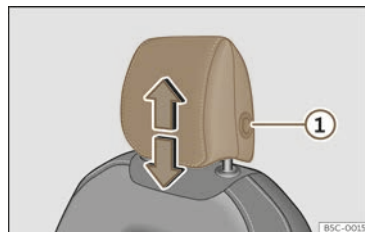
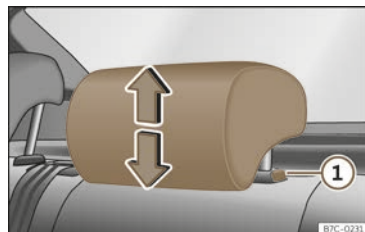

Abb. 100 Vordersitz:
Abb. 101 Kopfstütze hinten:
bis sie in der gewünschten Position einrastet. Gehen Sie zum Absenken auf gleiche Weise vor und drücken Sie die seitliche Taste ① >>> (Abb. 100), >>> (Abb. 101).